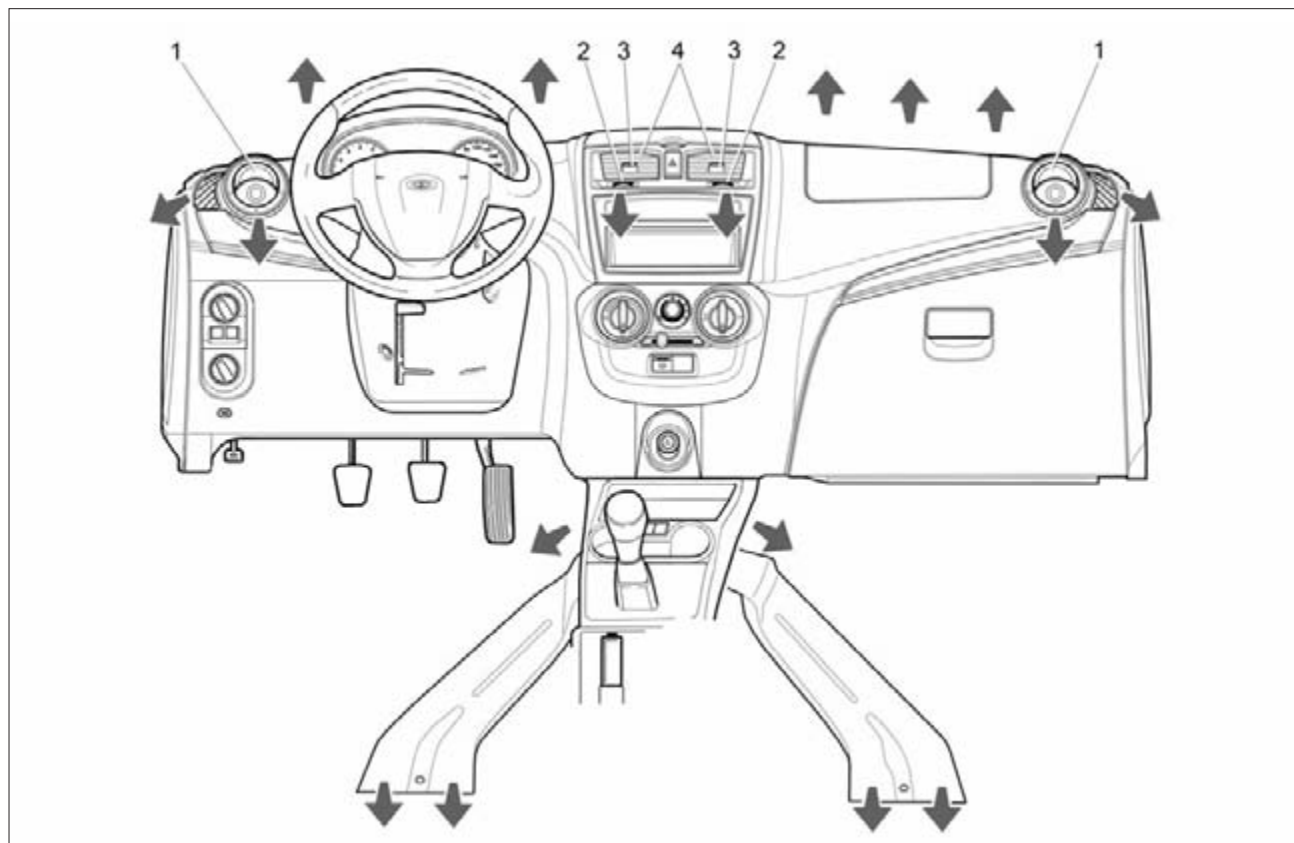

Рис. 41. Направления потоков воздуха из дефлекторов и воздуховодов
Интенсивность подачи воздуха через боковые сопла 1 (рис. 41) регулируется непосредственным воздействием на дефлекторы сопел путем изменения положения дефлекторов вплоть до полного их закрытия. Открытие нужного сопла производится нажатием на специальное углубление в дефлекторе. Вращением дефлектора регулируется направление воздушного потока.
- **сопла 1 и 4** (см. рис. 41) регулировать в зависимости от желаемого направления и силы потоков. Причем **сопла 1** регулируются непосредственным воздействием на дефлекторы сопел (для открытия необходимо нажать на специальное углубление), а **сопла 4** рычагами 2 и 3;
- **сопла 1** (см. рис. 41) направить на соответствующие боковые стекла в зону наибольшего запотевания;
- **сопла 1** (см. рис. 41) направить на соответствующие боковые стекла в зону наибольшего обледенения;
В положении рукоятки 4 хотя бы одно из сопел 1 или 4 (см. рис. 41) должно быть открытым, иначе теплообменник охлаждения воздуха (испаритель) может обледенеть и перекрыть подачу воздуха в салон.
3. Установите **рукоятку 4** своей меткой напротив символа . Сопла 1 и 4 (см. рис. 41) панели приборов должны быть открытыми.